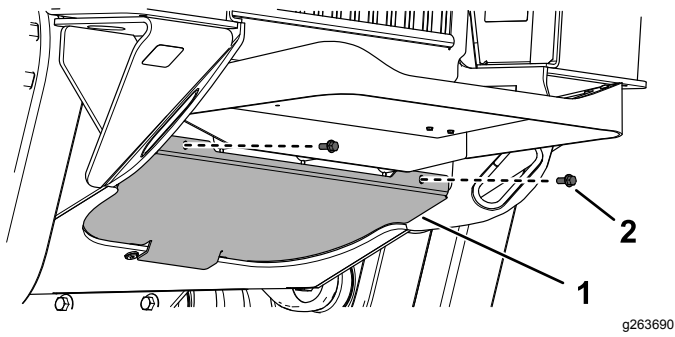

Figura 41
1. Retire los 2 pernos que sujetan la placa inferior (Figura 41).